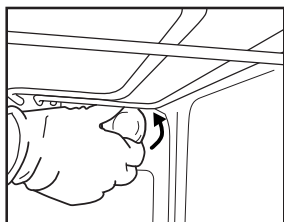
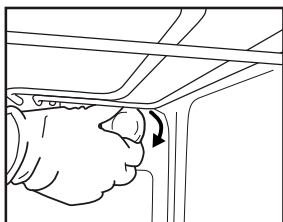

Fig 6
Fig 7
2. Svitare il copri-lampada (Fig 6), sostituire la lampada (per il tipo vedere nota) e riavvitare il copri-lampada (Fig 7).